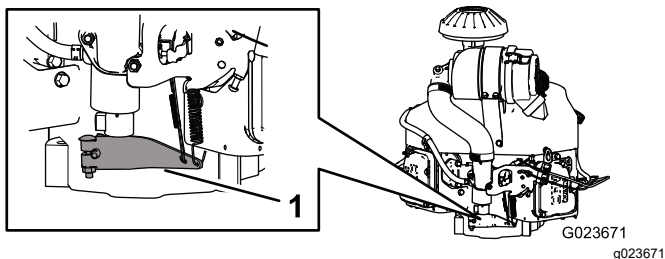

Figure 65
3. Poussez le côté ressort du bras du régulateur vers le bas (Figure 65).